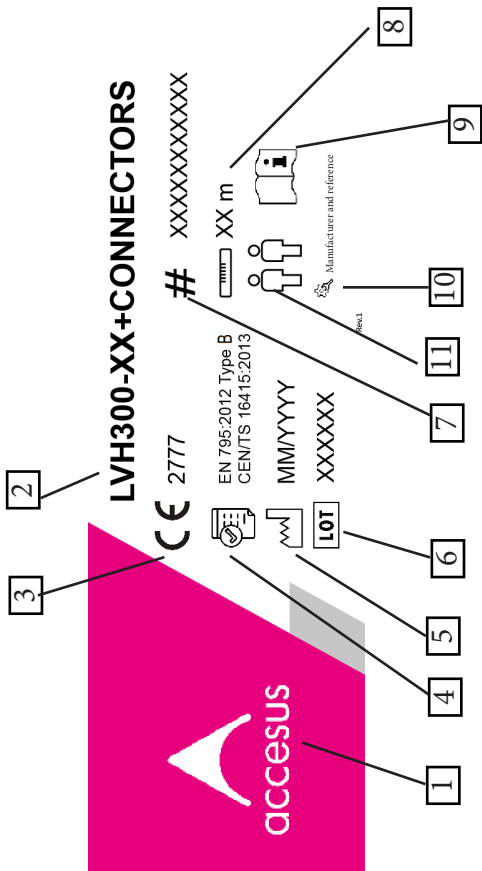

Fig. 1
11. Número de personas (ver Fig.1)
11. Number of people (see Fig.1)